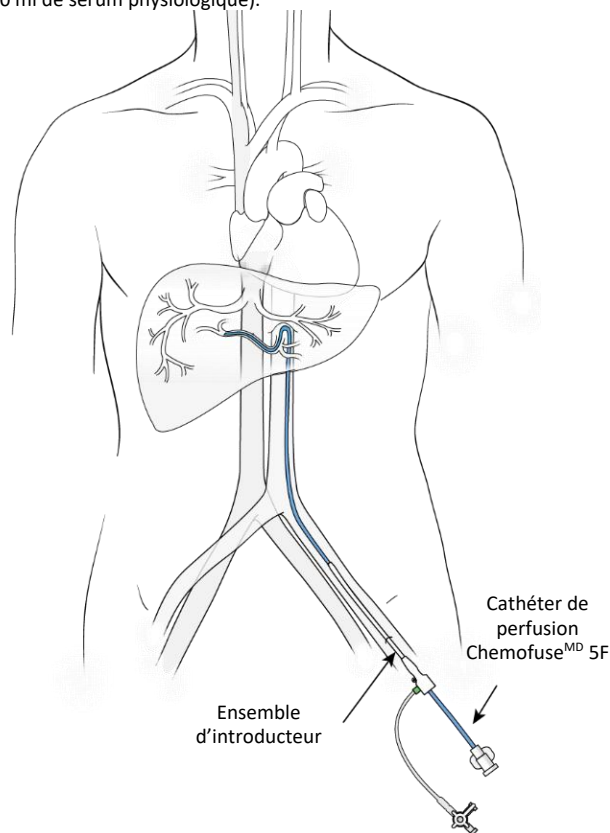

Figure 25
- (a) Introduire le cathéter Chemofuse^{MD} 5F à travers la gaine et le manipuler sur un fil-guide dans l'artère hépatique appropriée, voir Figure 25. À la discrétion du radiologue interventionnel, un microcathéter peut être introduit coaxialement à travers le cathéter 5F pour un placement sélectif de l'extrémité du cathéter pour la perfusion du médicament. Si un microcathéter est utilisé, fixer une valve hémostatique rotative (type Touhy-Borst) sur le cathéter 5F et insérer le microcathéter dans le cathéter 5F à travers la valve. Trois microcathéters ont été qualifiés par Delcath pour être utilisés avec le système d'administration hépatique CHEMOSAT^{MD}. Sélectionner l'un des trois microcathéters qualifiés (voir Description des composants du système (p. 6)).